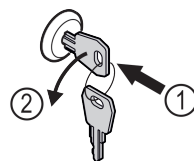

Fig. 176
- ▶ Włożyć kluczyk. Fig. 176 (1)
- ▶ Przekręcić kluczyk o 90° w lewo. Fig. 176 (2)